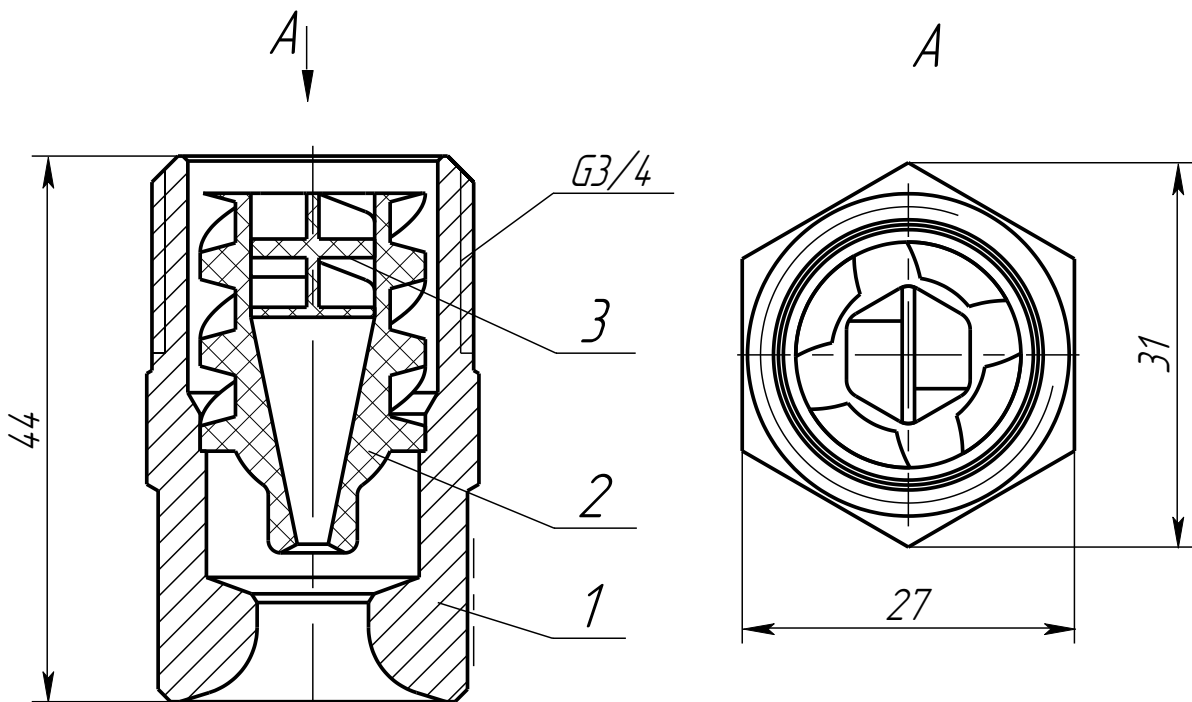

Рисунок 1 — Схема насадка
3.1 Насадок включает в себя корпус 1, завихритель 2 и вкладыш 3 (см. рисунок 1).